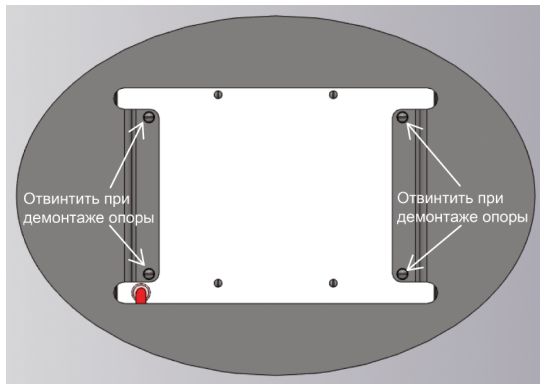

Рисунок 1. Демонтаж опоры
8.1.1.2 Допускается монтаж рециркулятора на вертикальную поверхность (стену) при условии соблюдения надежности крепления и обеспечения условий безопасного применения. При монтаже на стене опору (4) отсоединить, отвернув четыре винта (см. рисунок 1).